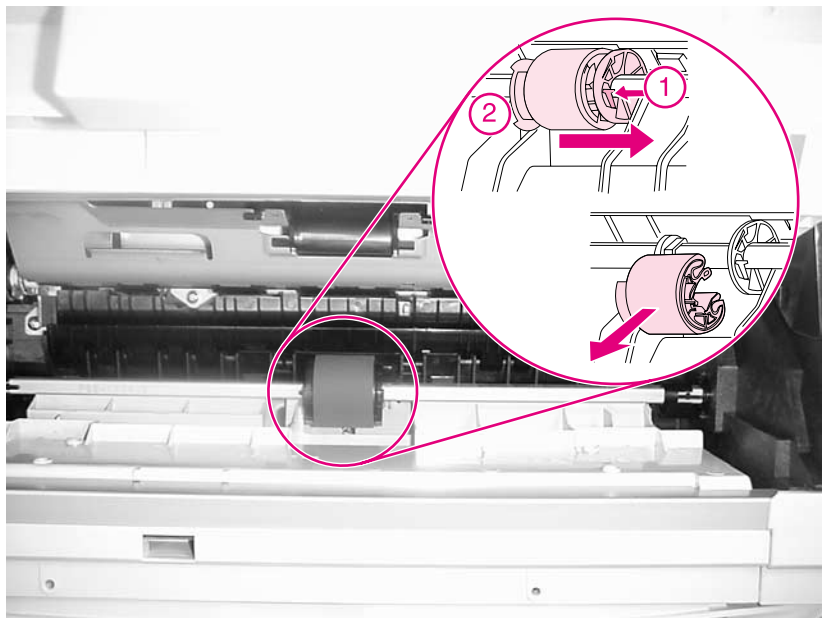

Abbildung 6 Entfernen der Einzugswalze für Fach 1
- 2 Legen Sie den Arretierungshebel (Abbildung 6, Nummer 1) an der rechten Seite der Walzenocke um, und schieben Sie die Nocke nach rechts.
- a. Richten Sie die Walze so aus, dass sich die Daumenauflage (Abbildung 6, Nummer 2) auf der linken Seite befindet.